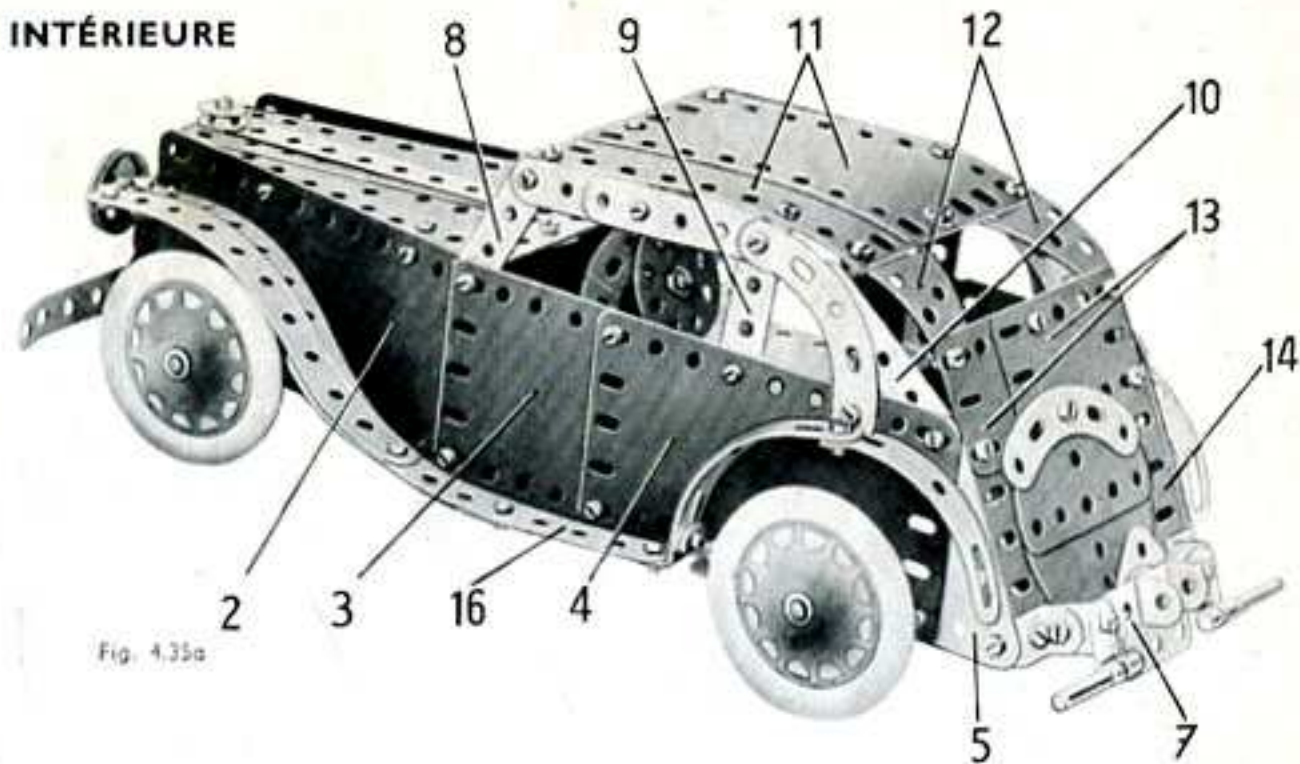
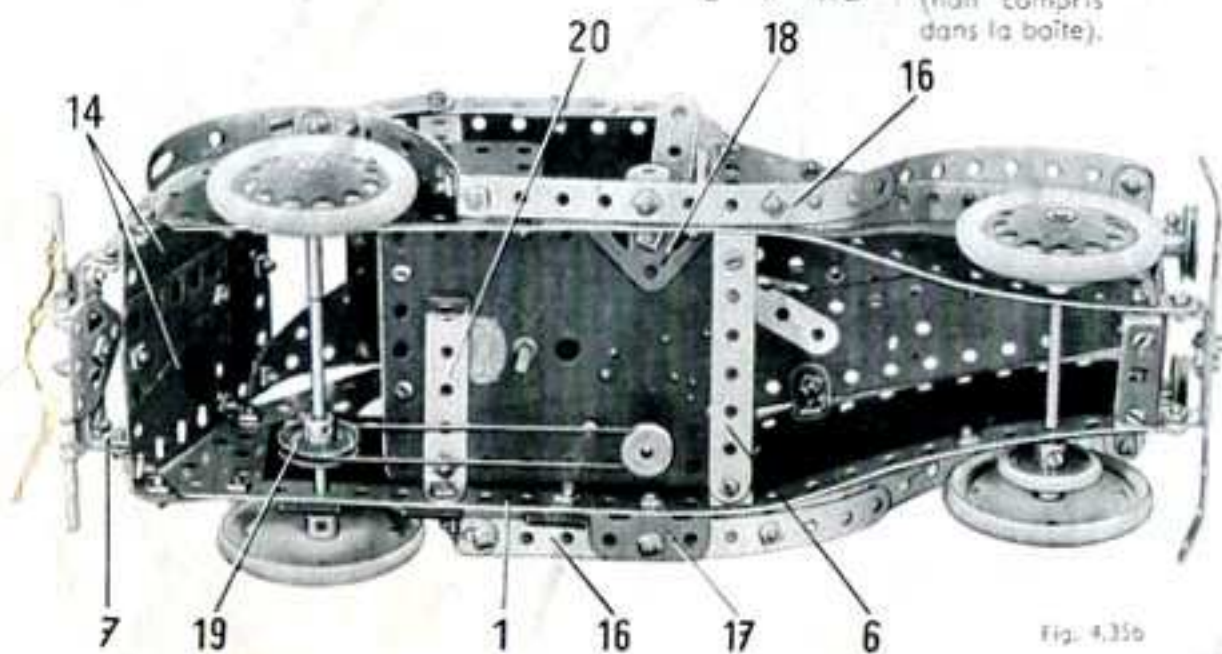

Fig. 4.35a
Fig. 4.35b
Le châssis de la voiture est formé de deux bandes de 25 trous (1) incurvées comme le montre la figure 4.35b. Un des côtés est constitué par une plaque flexible de 14 x 6 cm. (2), une plaque flexible de 6 x 6 cm. (3), une moitié de plaque à charnière (4) et une plaque flexible triangulaire de 6 x 4 cm. (5) (fig. 4.35a).
L'essieu avant est une tringle de 10 cm. qui est tenue dans la carrosserie comme le montre la figure 4.35b. L'essieu arrière est constitué par une tringle de 10 cm. et une de 2,5 cm. réunies par un raccord de tringles, et il porte une poulie de 25 mm. (19). Un moteur N° 1A est boulonné sur la bande (6) et sur une bande coudée 60 x 12 mm. (20) fixée au châssis. Une poulie de 12 mm. fixée sur l'arbre d'entraînement du moteur entraîne la poulie (19) grâce à une courroie de transmission. La poulie de 12 mm. à moyeu est fournie avec le moteur mécanique N° 1A.